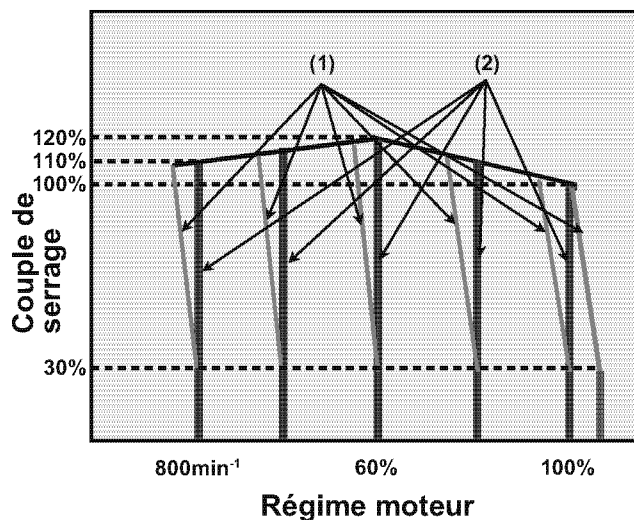

Figure 20
Figure 20 montre les courbes caractéristiques du régime moteur indiquant la relation entre le régime et la charge du moteur.
Les moteurs de série VM pour une utilisation générale ont été conçus afin que le régime moteur soit réduit d'un certain pourcentage d'une charge de 30 % à une pleine charge nominale. Voir les courbes (1) in **Figure 20** ci-dessous. Le même pourcentage de charge est maintenu à tout régime de rotation à vide.
La série CL comporte des moteurs à conception isochrone, dont le régime est maintenu constant de leur rotation à vide à leur pleine charge nominale. Voir les courbes (2) in **Figure 20** ci-dessous.